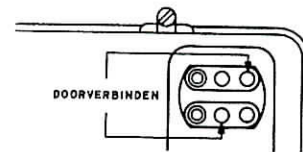

fig. 3
1. Schakel de installatie in en breng een doorverbinding aan tussen de twee punten van de microfoonaansluiting op de bovenzijde van de kast zoals in fig. 3 is aangegeven. De zender is dan ingeschakeld. De microfoon behoeft niet op de installatie aangesloten te zijn.
3. Schakel de installatie in en breng een doorverbinding aan op de microfoon-telefoonaansluiting (zie fig. 3).